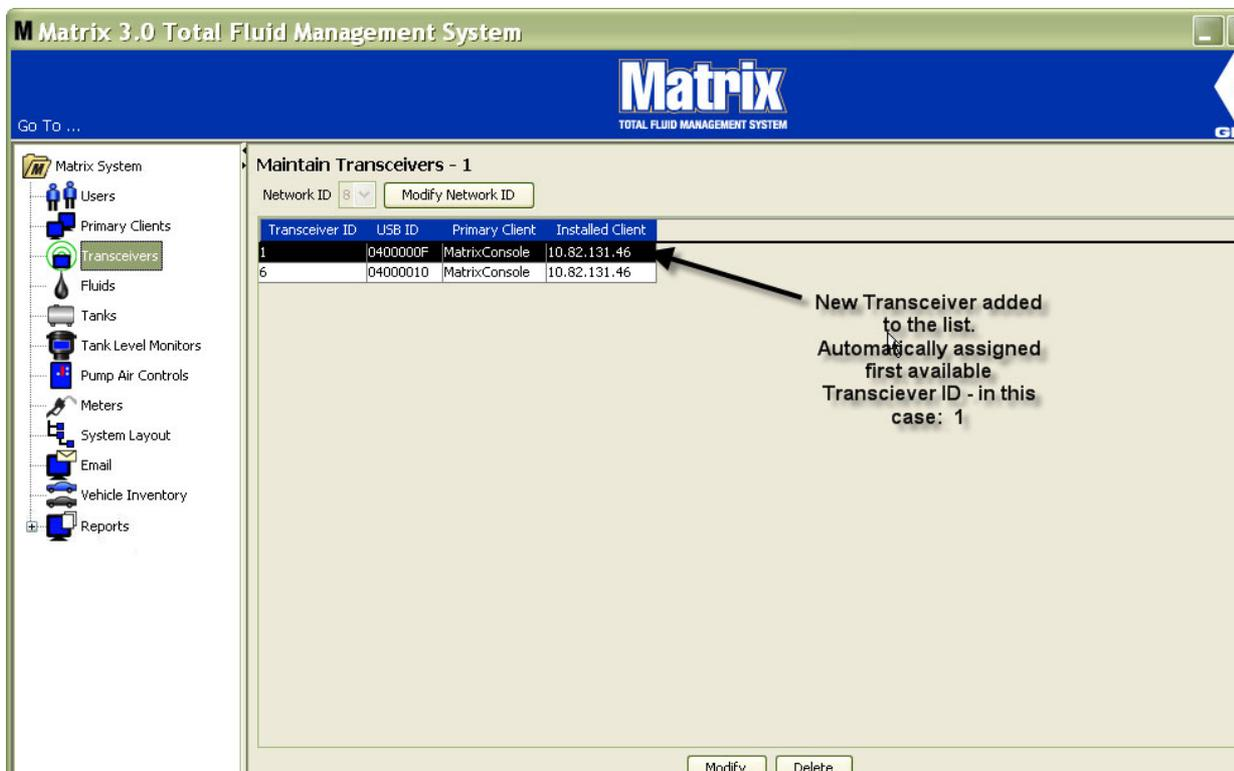

ABB. 86
1. Wenn ein Sendempfänger am USB-Port des PC angeschlossen wird, wird er der Liste automatisch an oberster Stelle hinzugefügt, und ihm wird die erste verfügbare Sendempfänger-ID-Nummer zugewiesen, wie in ABB. 86 gezeigt. Durch Trennen oder Abschalten des Sendempfängers verschwindet der Sendempfänger nicht von der Liste mit Sendempfängern, allerdings führen beide Vorgänge dazu, dass die über das Gerät geleitete Kommunikation mit sofortiger Wirkung unterbrochen wird.